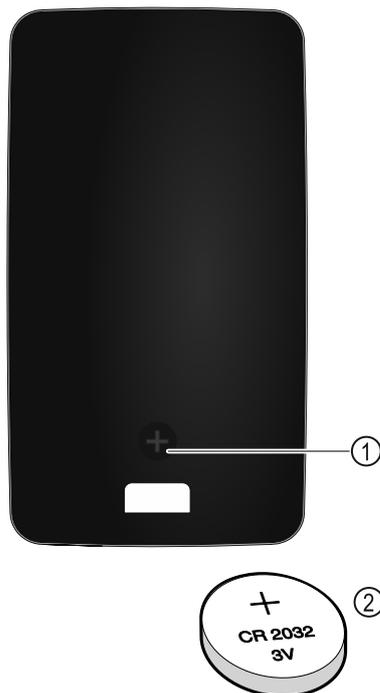

Fig. 260
Il telecomando è alimentato da una batteria CR 2032 da 3V Fig. 260 (2), disponibile presso i rivenditori specializzati.
- ▶ Svitare la vite Fig. 260 (1) sul retro del telecomando.